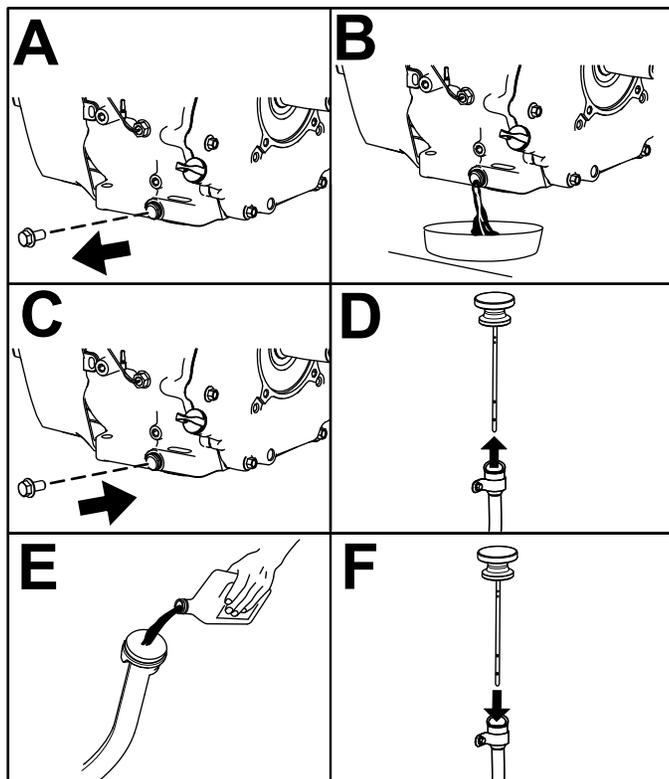

Рисунок 40
6. Произведите замену масла в двигателе, как показано на Рисунок 40.